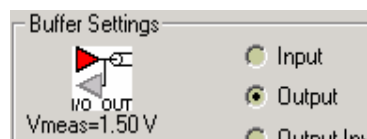

图 5.6
a) 从 Select 菜单选择 Component Models/Values(出现图 5.3);在管脚列表区单击“ U3.20 ”点亮它; 在“ Buffer Settings ”设置区单击“ Output radio ”按钮(见图 5.6),软后关闭窗口。